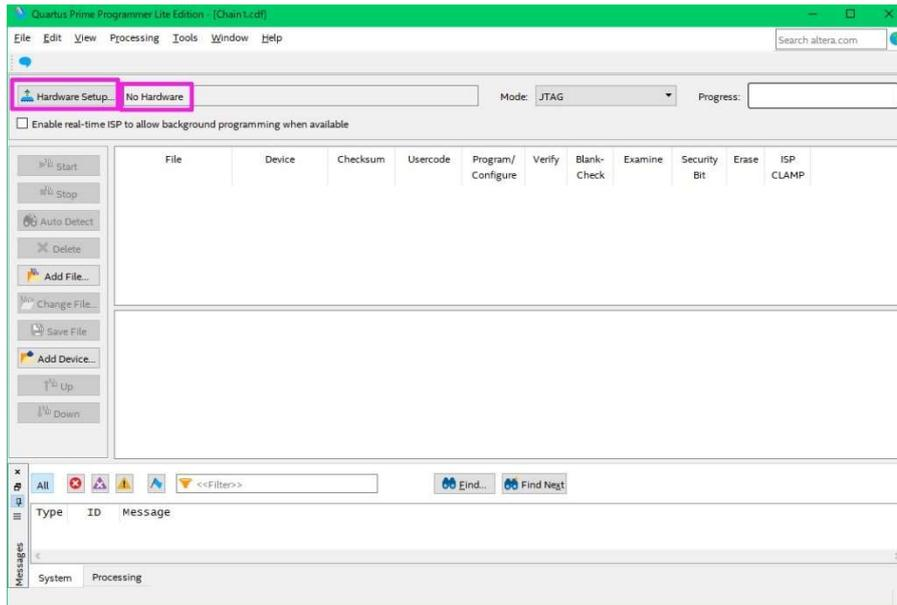

図 2. “No Hardware”の場合は“HardwareSetup”を押す
- ⑥USB Blaster が認識されていない場合は、Hardware Setup ボタンを押して、接続してある USB Blaster を登録します (図 2)。